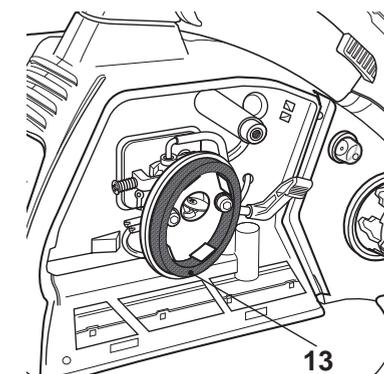

Fig. 31
- > Retirez le filtre à air [13] (Fig. 31).